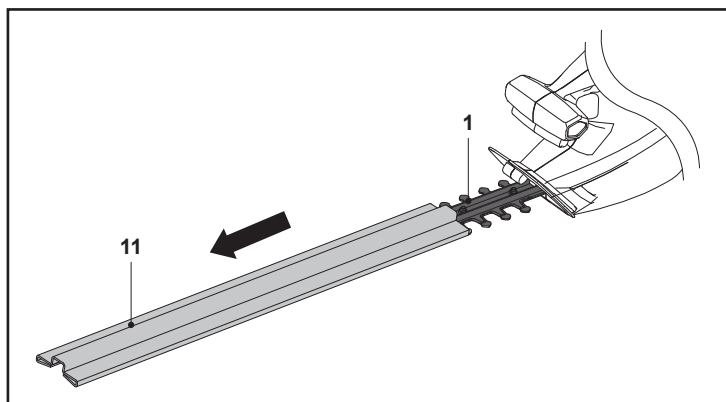

Fig. 1
1. Retire la cubierta de la hoja (11) del dispositivo de corte (hoja) (1) antes de utilizar el cortasetos (Fig. 1).
2. Guarde la cubierta de la hoja (11) de forma segura.